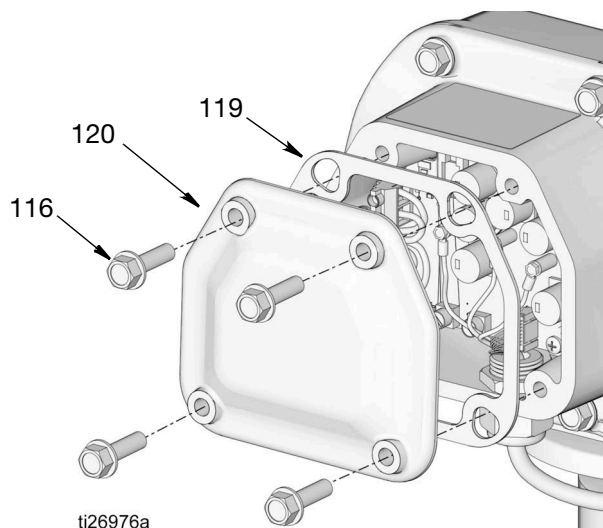

Рис. 72
5. Установите на место прокладку платы управления электродвигателем (119) и крышку (120) с помощью винтов (116) (Рис. 72), соблюдая осторожность, чтобы не прижать провода. Надежно затяните винты. Момент затяжки 17 - 19 футо-фунтов (23 - 25 Нм).